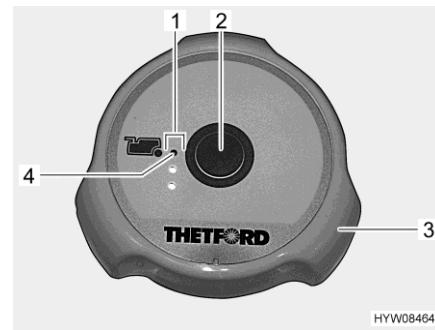

Fig. 165 Pulsante dello sciacquone/spie di controllo (toilette Thetford)
- Prima di tirare l'acqua, aprire il cursore della toilette Thetford. A tal fine ruotare la maniglia girevole (Fig. 165,3) in senso antiorario.
- Per sciacquare premere il pulsante blu (Fig. 165,2).
- Dopo aver tirato l'acqua chiudere il cursore. Ruotare la maniglia girevole (Fig. 165,3) in senso orario.
Le spie di controllo (Fig. 165,1) indicano il livello del serbatoio fecale.
Quando si accende la spia di controllo rossa (Fig. 165,4), il serbatoio fecale deve essere svuotato.